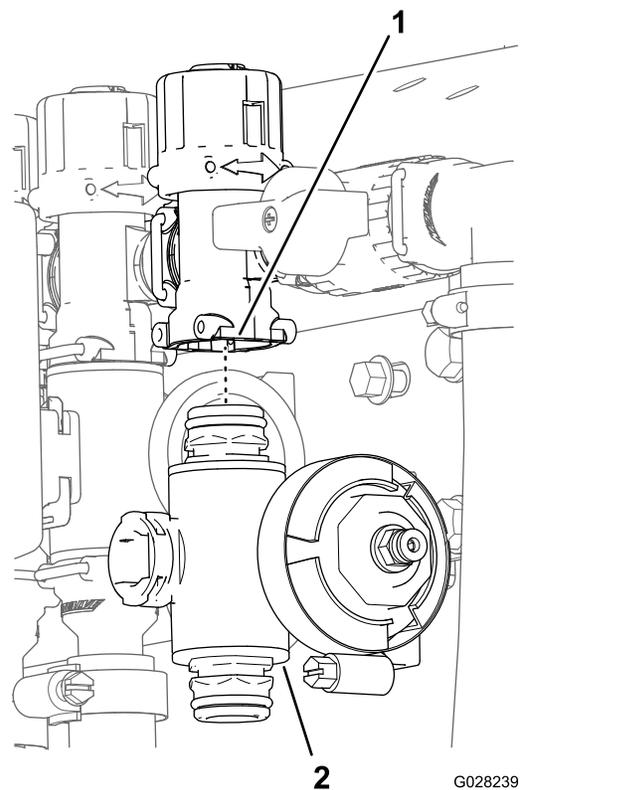

Figura 82
3. Retire el colector de la válvula de sección de la máquina (Figura 82).